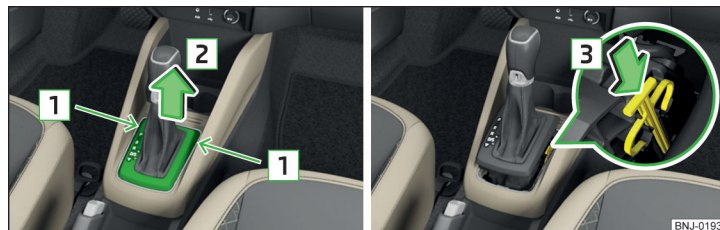

Fig. 175 Deblocarea de urgență a selectorului de viteze
- Introduceți o șurubelniță dreaptă subțire sau o unealtă similară în fantă, în zona săgeții **1** » fig. 175 și ridicați cu grijă capacul în sensul săgeții **2**.